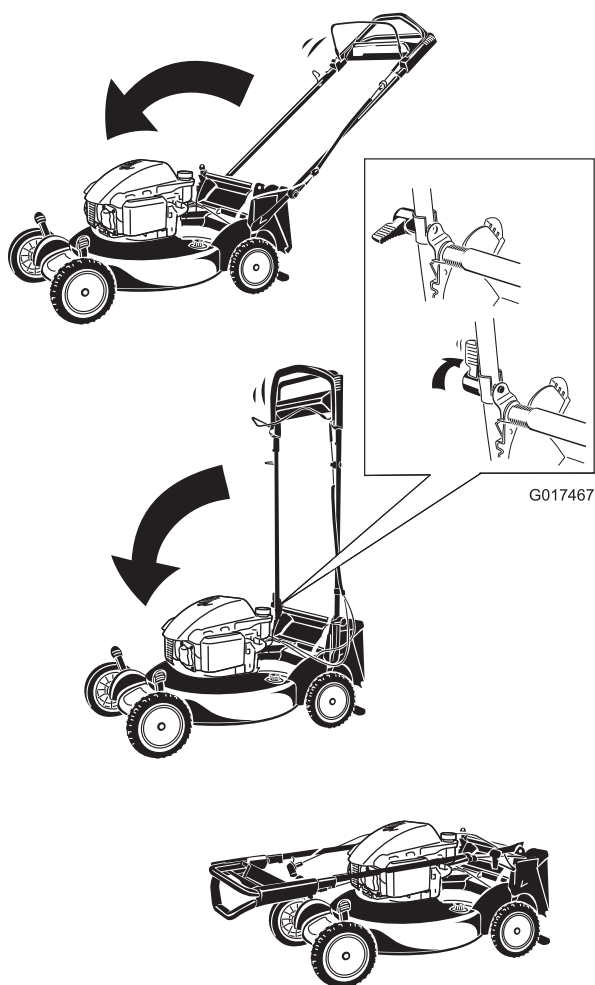

Figura 35
2. Doble el manillar hacia adelante (Figura 35).